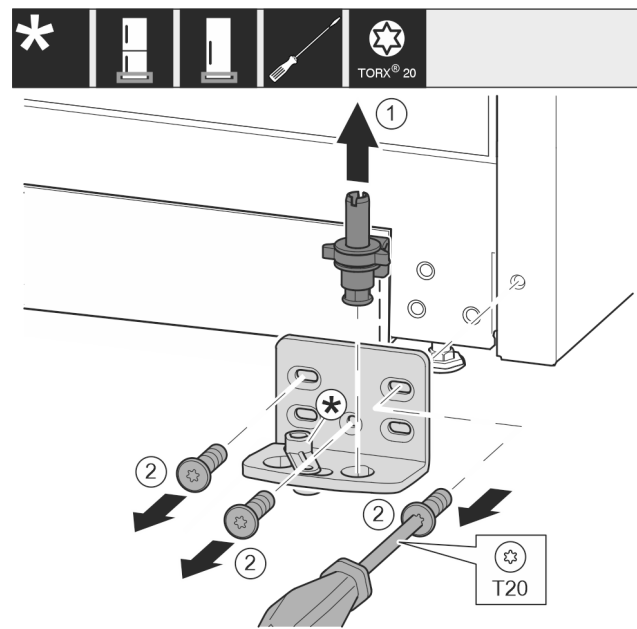

Fig. 12
- Ložiskový čap vytiahnite úplne nahor. Fig. 12 (1)
- Skrutky vyskrutkujte skrutkovačom T20 a odnímate ložiskovú konzolu. Fig. 12 (2)